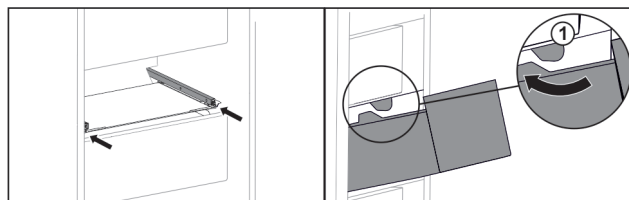

Fig. 136
- ▶ Poprowadzić szufladę wokół stoperów Fig. 136 (1).